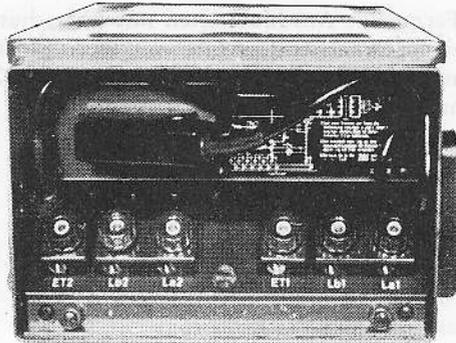

Bild 14
- 1.4.2.2. Der Amtszusatz-Einschub enthält auf der Anschlußseite (Bild 14)
- 2 Anschlußklemmen (ET) zum Anschluß der Erdleitungen